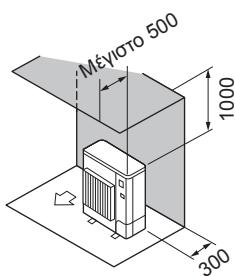

Fig. 2-8
② Εμπόδια στην πίσω και επάνω πλευρά μόνο (Fig. 2-8)